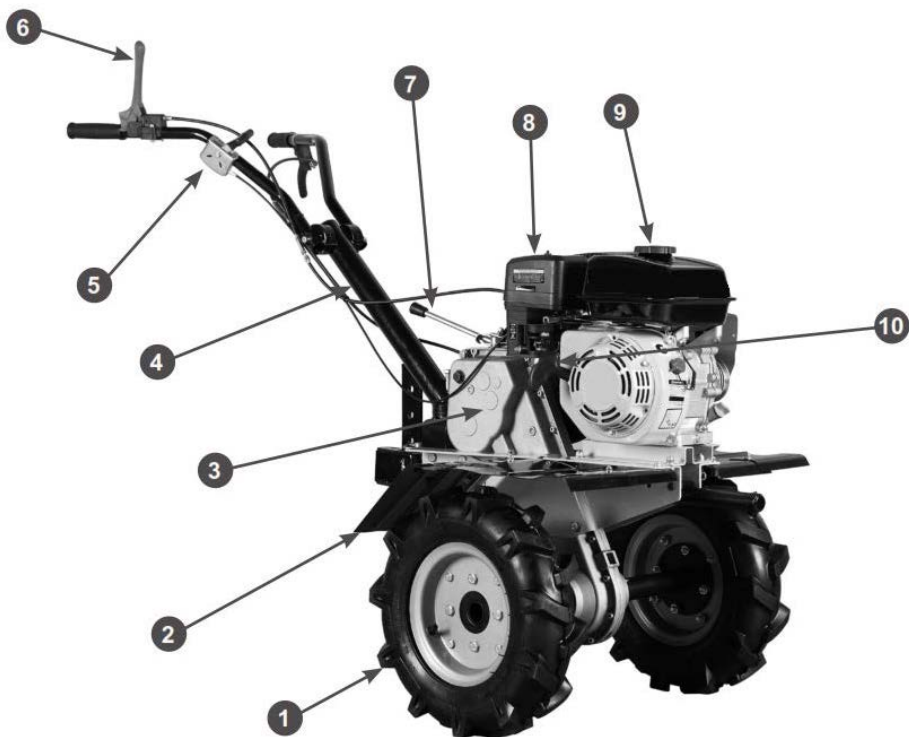

Рис. 1 Основные узлы и органы управления (вид справа)
Расположение основных узлов и органов управления представлено на Рис. 1, 2.
- Установите правое и левое защитные крылья 2 (Рис. 1) и закрепите их болтами и гайками.